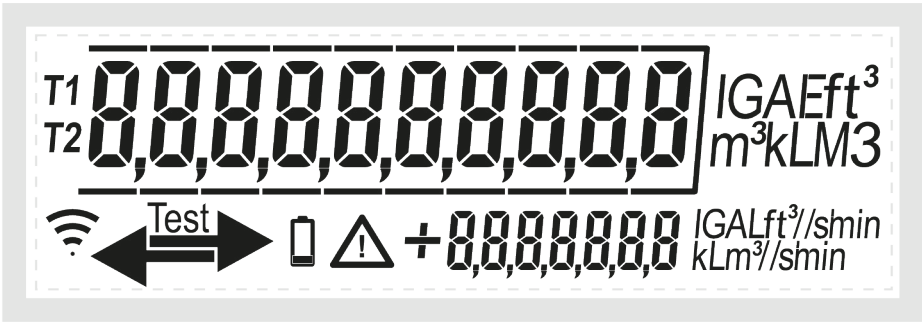

Fig. 18: Schéma de tous les segments visibles sur l’afficheur du sonico® EDGE
2. Tous les segments allumés, c'est-à-dire tous les symboles affichés comme illustré à la Fig. 18 (min. 1 s)